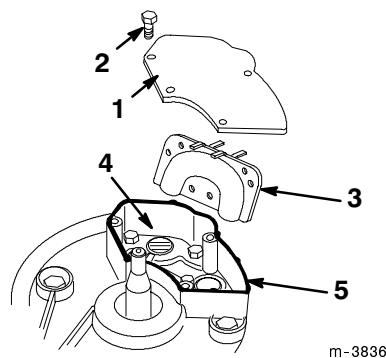

Figure 29
5. Retirer les 4 vis de fixation du couvercle au support du moteur (Fig. 29).
6. Déposer le tube de transfert (Fig. 29).
8. Faire tourner lentement le vilebrequin jusqu'à ce que le piston couvre l'orifice d'échappement (Fig. 29).
12. Frotter le dessous du couvercle et le bord du support du moteur avec un chiffon propre pour enlever la saleté aux endroits destinés à recevoir le produit d'étanchéité (Fig. 29).
13. Poser un cordon de silicone d'étanchéité automobile haute température sur tout le bord du support du moteur, là où s'appuiera le couvercle (Fig. 29).
14. Remonter le tube de transfert et le couvercle (Fig. 29), et serrer les quatre vis à 8,5 N·m (75 in-lbs).